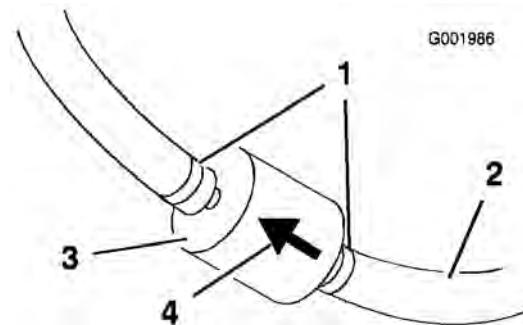

図 51
- 古いフィルタのクランプをゆるめて脇に寄せる(図 51)。